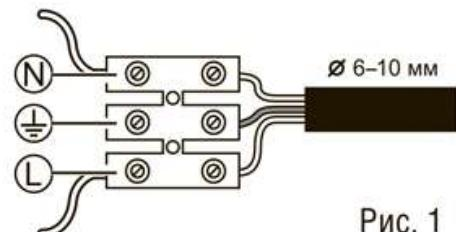

Рис. 1
- Ввести сетевые провода через отверстие в корпусе и подключить к клеммной колодке на панели в соответствии с указанной маркировкой клеммы L, N, как показано на Рис. 1. Желто-зеленый кабель присоединить к клемме, обозначенной знаком «заземление» ($\frac{1}{2}$). Проверить надежность электрических соединений.